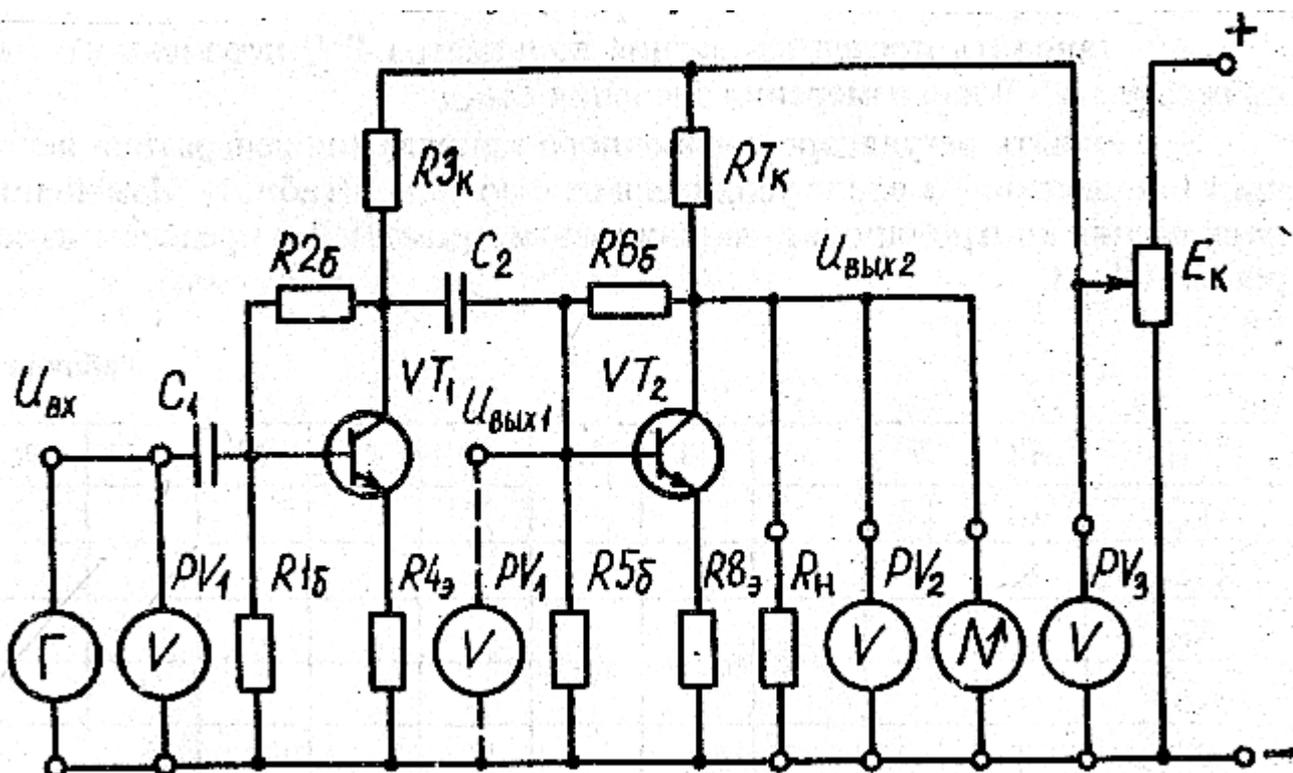

Рис. 1. Электрическая схема транзисторного усилителя
На рис. 1 приведена электрическая схема лабораторной установки. Постоянное напряжение для усилителя подается от стенда по специальному кабелю с разъемами. Величина этого напряжения ($E_k = 10 \text{ В}$) устанавливается потенциометром "Регулировка 1–15 \hat{A} " по вольтметру "КОНТРОЛЬ
1. Изучить устройство ёааîðàðîðîíé установки по схеме на рис. 1.
2. Собрать электрическую схему (рис. 1) при помощи проводов со штырями.